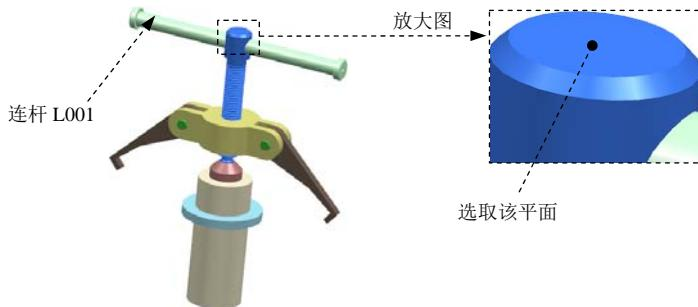

图 10.6.6 定义旋转副 (一)
(2) 定义运动副类型。在“运动副”对话框 **定义** 选项卡的 **类型** 下拉列表中选择 旋转副 选项。
(3) 选择连杆。选取图 10.6.6 所示的连杆 L001。
(4) 定义原点及矢量。单击 “运动副” 对话框 指定原点 右边的“点对话框”按钮 , 在“点”对话框的 **类型** 下拉列表中选择 自动判断的点 选项, 在 **输出坐标** 下 **X**、**Y**、**Z** 后的文本框中均输入值 0, 单击“点对话框”中的 **确定** 按钮; 单击 指定矢量 按钮, 在模型中选取图 10.6.6 所示的平面作为矢量参考面, 单击 按钮, 使方向向下。